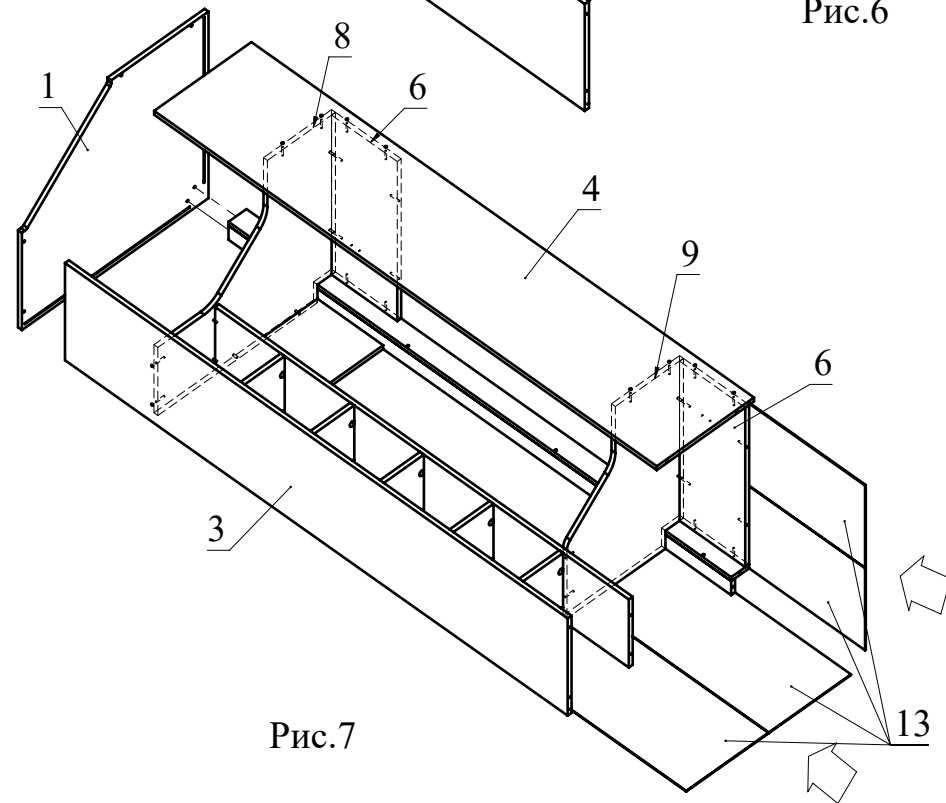

Рис.7
8. Установите деталь 4 на детали 6, 8, 9 и закрепите их при помощи конфирматов (Рис. 7).
9. Соедините деталь 1 с деталями 3, 4, 11, 12 и закрепите их при помощи конфирматов (Рис. 7).